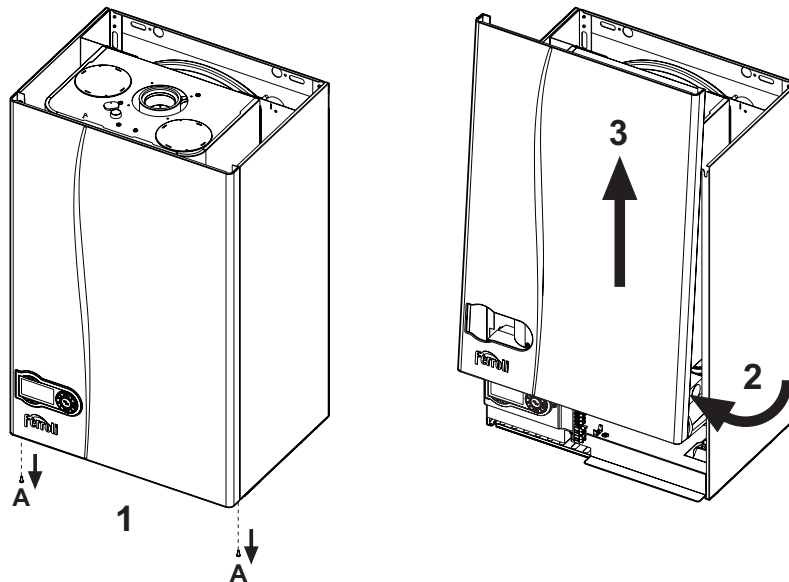

fig. 30 - Apertura de la carcasa
1. Desenroscar los tornillos A (véase fig. 30).
2. Girar la carcasa (véase fig. 30).